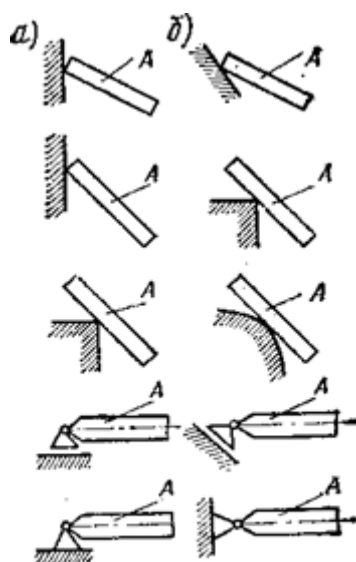

Рис. 2
19. Изменится ли направление реакций связей, если, не меняя нагрузку на брус А и его положение, изображенное на рис. 2,а, опоры (связи) заменить опорами (связями), как показано на рис. 2,б? (Трение не учитывать, т. е. связи считать идеальными.)